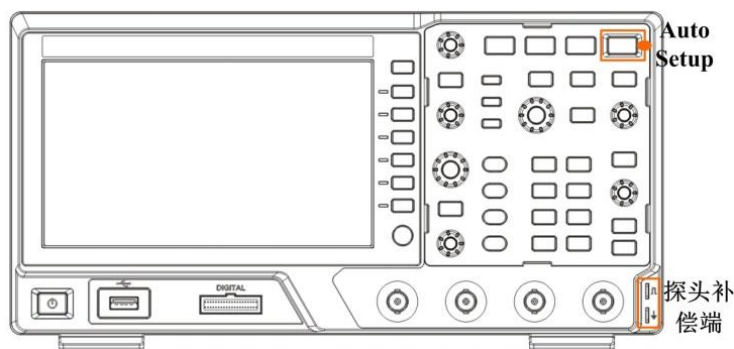

图 5.3 探头连接
(2) 恢复默认状态后，可接入信号，使用普通无源探头与面板上的“探头补偿端”进行连接，如图 5.3 所示。
使用 ZP1010SA 型号的探头（由于公司探头会不断地更新升级，最终以实际标配的实物为准），接入示波器中（将探头母头 BNC 端对准示波器通道 CH1 BNC 插头，按下向右旋转即可，同时将探头的探钩接到示波器探头补偿端接口，鳄鱼夹接地），具体如图 5.3 所示。